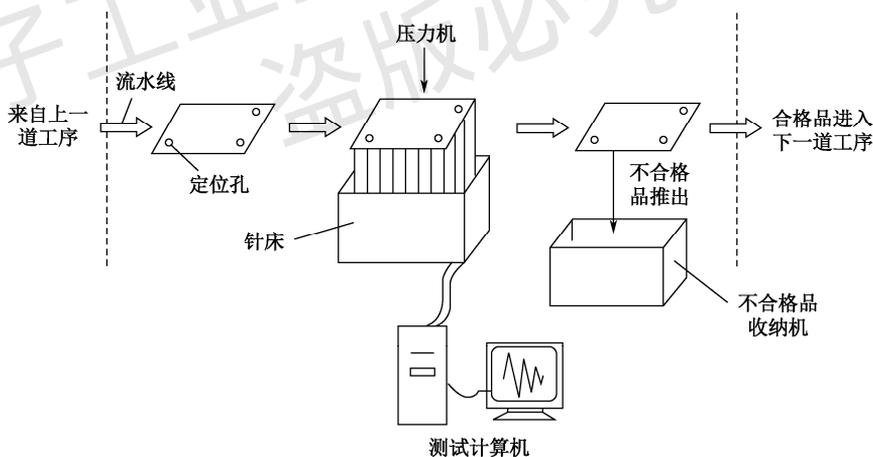

图 0-1 自动测试过程示意图
(1) SMT 表面贴装技术。表面贴装技术是将电子元器件直接贴装在印制电路板上的装接技术。在电子工业生产中，SMT 实际上是包括表面安装元件(SMC)、表面安装器件(SMD)、表面安装电路板(SMB)、元器件贴装设备及焊接测试等技术在内的一整套完整的工艺技术的统称。SMT 的主要优点是高密度、高可靠、高性能、高效率 and 低成本，在微机、手机等电子产品中得到了广泛应用。
(2) ESD(静电放电)防护技术。大量的 MOS 集成电路及 MOS 器件，在无防护情况下，易被人体带的静电、空气中的静电击伤、损毁，严重影响电子产品的可靠性。防静电技术已成为当今电子整机装配中一项不可缺少的技术。防静电的措施主要有：建立一个二级标准接地网，工作台面铺设防静电台垫，地面涂防静电漆及操作人员穿防静电服，佩带防静电手腕带，使用防静电手套、电烙铁等。
(3) 电子整机自动调试技术。电子技术飞速发展，产品功能越来越强，品种越来越多，更新换代越来越快，体积越来越小，传统人工测试越来越难适应。自动测试技术应运而生，由静态到动态测试，由初级故障检测到高级组合测试，软件、硬件并驾齐驱，大大提高了检测效率，自动测试过程如图 0-1 所示。